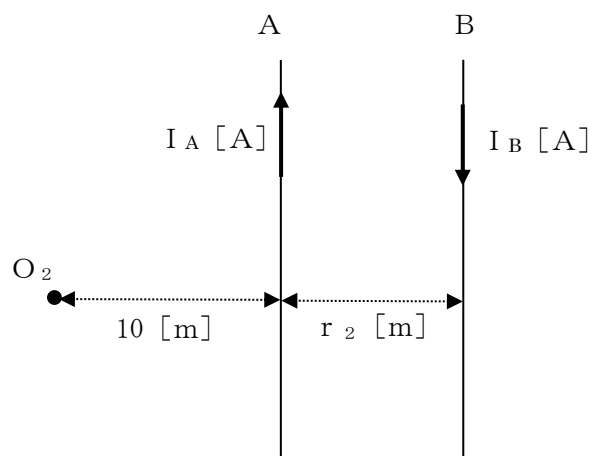

図3-2
- (2) 図3-2に示すように、A、B 2本の平行な無限長直線状導線があり、導線Aには $I_A=31.4$ [A]、導線Bにはそれと反対方向に $I_B=47.1$ [A] の電流が流れている。導線Aと導線Bの間隔が r_2 [m] のとき、導線Aより 10 [m] 離れた点 O_2 における合成磁界が0になった。このとき、 r_2 [m] の値を求めよ。